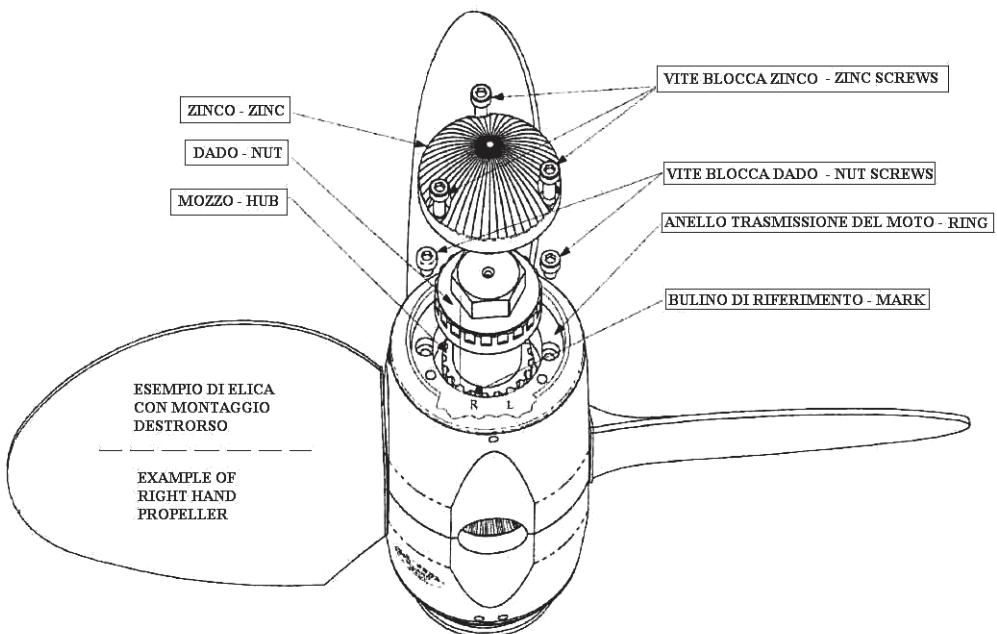

Fig. 3
La MAX PROP® FAST GENERAZIONE 2 offre la possibilità di modificare il senso di rotazione, per es. in caso di cambio del motore, o di semplice errore al momento dell'ordine. (Se avete dei dubbi: per capire il senso di rotazione del Vostro asse motore, è necessario innestare la marcia avanti e guardare da poppa verso prua. Se l'asse gira in senso orario la rotazione è destrorsa, al contrario se gira in senso antiorario la rotazione è sinistrorsa.). Per cambiare il senso di rotazione della MAX PROP® FAST GENERAZIONE 2, da destrorsa a sinistrorsa o viceversa, procedere come segue, facendo riferimento alla fig.3:
- Se rimontate l'anello porta-zinco con il dente "R" in corrispondenza del dente del mozzo che ha stampigliato il bulino avrete un elica destrorsa, se invece inserite l'anello con il dente "L" in corrispondenza del dente del mozzo che ha stampigliato il bulino avrete un elica sinistrorsa(vedi Fig.3).
In order to change rotation of the MAX PROP® FAST GENERATION 2, from right hand rotation to left hand rotation or viceversa, do as follows referring to fig.3
- If you place the zinc bearing ring in its seat again, matching the "L" tooth with the hub reference mark, you have a left hand rotating propeller, on the contrary, with the "R" tooth you have a right rotating propeller as in fig.3